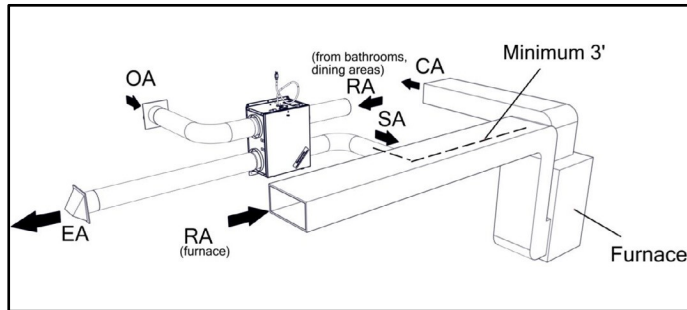

FIGURE 2.4.0 PRISE D'AIR D'UNE PIÈCE SÉPARÉE - AIR FOURNI À LA CANALISATION D'AIR DE RETOUR DE LA CHAUDIÈRE
- Pour les maisons équipées d'un système de chauffage ou de refroidissement par gaine, voir les figures 2.4.0, 2.4.2 et 2.4.3. La plupart des appareils sont installés avec le conduit d'alimentation en air raccordé directement à un conduit de retour du système principal de chauffage et de refroidissement. Veillez à raccorder le conduit d'air soufflé à au moins trois pieds du plenum de reprise afin de minimiser l'aspiration du ventilateur de l'appareil de chauffage. Un raccordement plus proche de l'appareil de chauffage peut entraîner un déséquilibre du débit et les problèmes qui en découlent.
- Pour les installations qui collectent l'air vicié dans des pièces spécifiques de la maison - voir les figures 2.4.0 et 2.4.1.
Un VRE RenewAire peut être utilisé comme système d'évacuation central à la place des ventilateurs d'extraction de la salle de bains. Fixez une grille dans chaque salle de bains directement sur le VRE - voir la figure 2.4.0. Une installation réussie devrait fournir au moins 50 PCM d'évacuation par salle de bains produisant de l'humidité.
Les figures 2.4.0 à 2.4.3 présentent des exemples d'approches d'installation courantes.